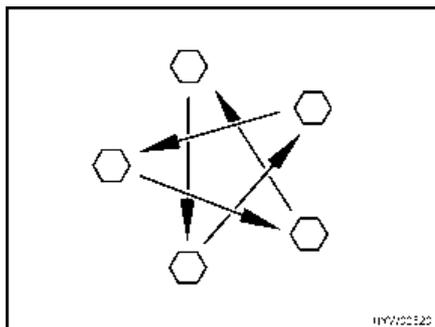

Fig. 194 Serrer en croix les écrous ou les boulons de roue
- Vérifier régulièrement le serrage des écrous ou des boulons de roues. Reserrer alternativement et en croix (Fig. 194) tous les écrous ou les boulons de roue 50 km après le changement d'une roue.
- ▷ Serrer en croix les écrous ou les boulons de roue (Fig. 194).